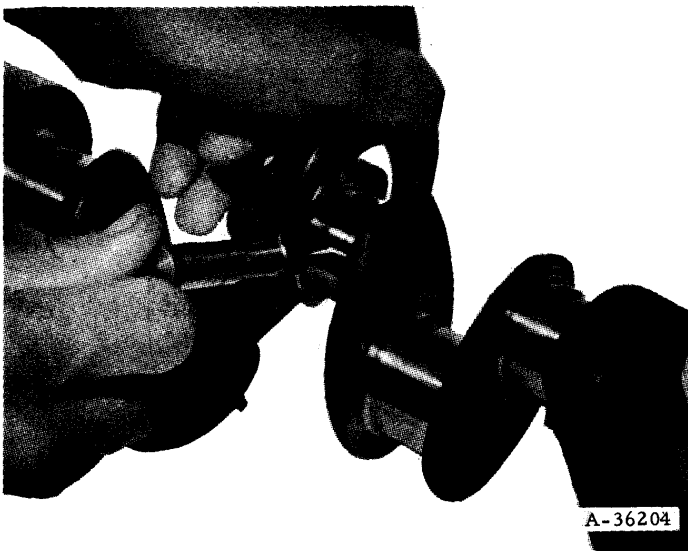

Fig. 56.- Mesure des diamètres des portées et manetons au palmer
- Mesurez avec un palmer les diamètres des portées et manetons. Notez pour une même section le plus grand diamètre et le plus petit pour chaque portée ou maneton. La différence entre ces cotes représente l'ovalisation (fig. 56).